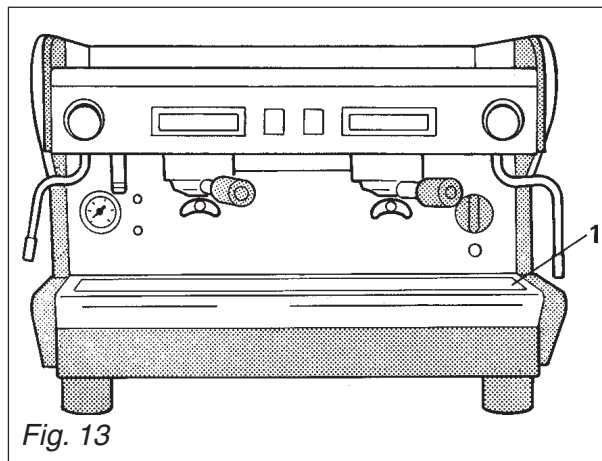

Fig. 13
- Togliere le griglie di appoggio tazze 1 (Fig. 13), sfilare la sottostante bacinella dell'acqua di scarico e provvedere alla loro pulizia.
- Controllare e pulire anche la vaschetta di scarico 1 (Fig. 13) togliendo gli eventuali residui dei fondi utilizzando un cucchiaino.